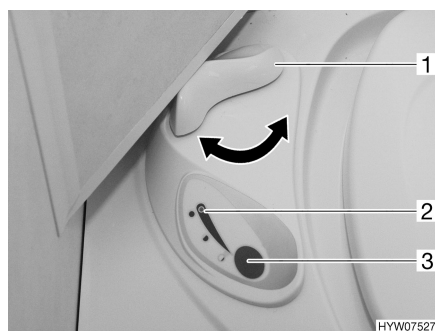

Fig. 97 Unité de commande des toilettes Thetford
- Avant d'actionner la chasse d'eau, ouvrir le curseur des toilettes Thetford. Tourner pour cela le levier du curseur (Fig. 97,1) dans le sens inverse des aiguilles d'une montre.
- Pour actionner la chasse d'eau, appuyer sur le bouton bleu (Fig. 97,3).
- Après avoir actionné la chasse d'eau, fermer le curseur. Tourner le levier du curseur (Fig. 97,1) dans le sens des aiguilles d'une montre.
Le voyant de contrôle (Fig. 97,2) s'allume lorsque la cassette Thetford doit être vidée.
- Tourner le levier du curseur (Fig. 97,1) dans le sens des aiguilles d'une montre. Le curseur se ferme. Pour la vidange il **faudrait** que le curseur des toilettes Thetford soit fermé.